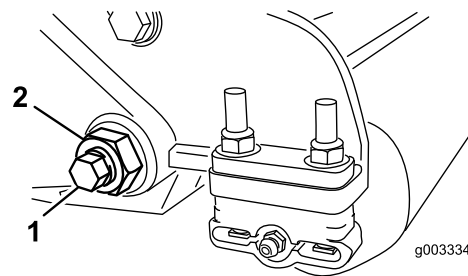
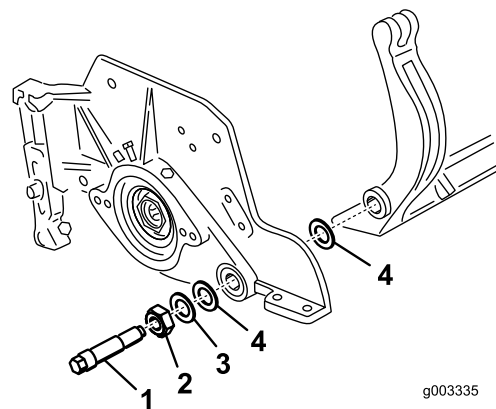

Figura 30
Figura 31
3. Desaperte a porca de bloqueio que segura a cavilha da barra de apoio, em cada um dos lados da máquina (Figura 30).
4. Remova cada uma das cavilhas da barra de apoio, de modo permitir puxá-la e retirá-la da máquina (Figura 30). Guarde as duas anilhas de nylon e anilha de aço prensado de cada uma das extremidades da barra de apoio (Figura 31).
4. Coloque uma arruela de aço no exterior de cada uma das arruelas de nylon (Figura 31).
Aperte os parafusos da barra de apoio com uma força de 27 a 36 Nm. Aperte as porcas até que a anilha de aço exterior pare de rodar e a folga seja removida, mas não aperte em demasiado nem desvie as placas laterais. As anilhas podem ter uma folga interna (Figura 31).